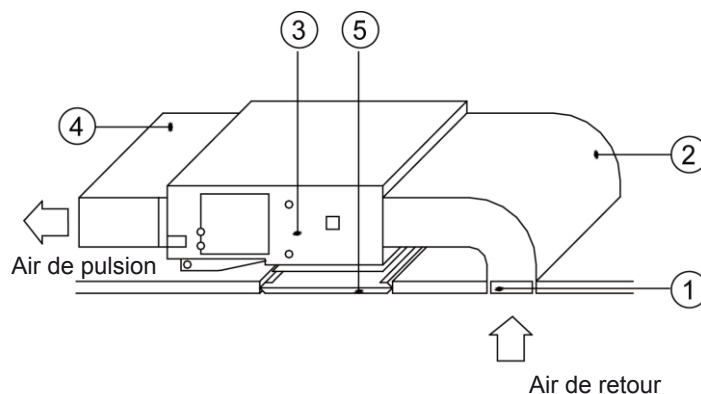

Fig 4.4.5
- (2) Il est possible de choisir la méthode d'installation en tenant compte de l'état du bâtiment, de l'entretien, etc., comme indiqué dans la Fig. 4.4.5.